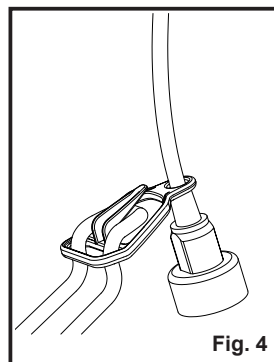

Fig. 4
- Forme un bucle con el extremo del alargador. Desde el lado derecho, pase el bucle por el orificio de la parte posterior del retenedor del cable y colóquelo alrededor del gancho (Fig. 4).